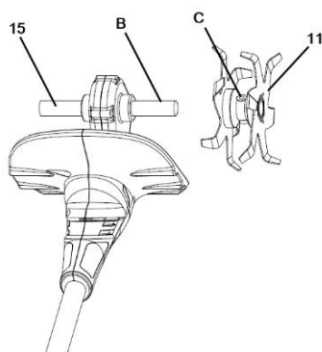

Fig.2
2. Instale el componente de la cuchilla 11 en el eje giratorio 15 en la dirección que indica la flecha y alinee el orificio B del eje giratorio 15 con el orificio C del componente de la cuchilla 11. (Fig. 2)